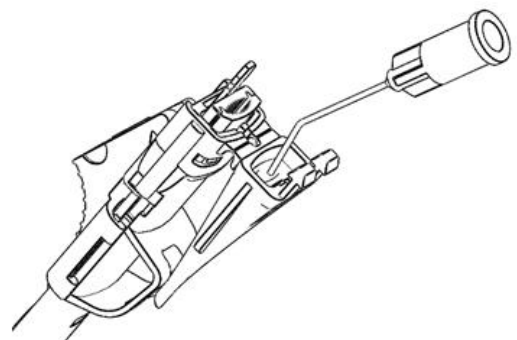

Fig 3.
5. Injete material viscoelástico no bico do cartucho pela parte traseira, conforme mostrado na Fig. 3.